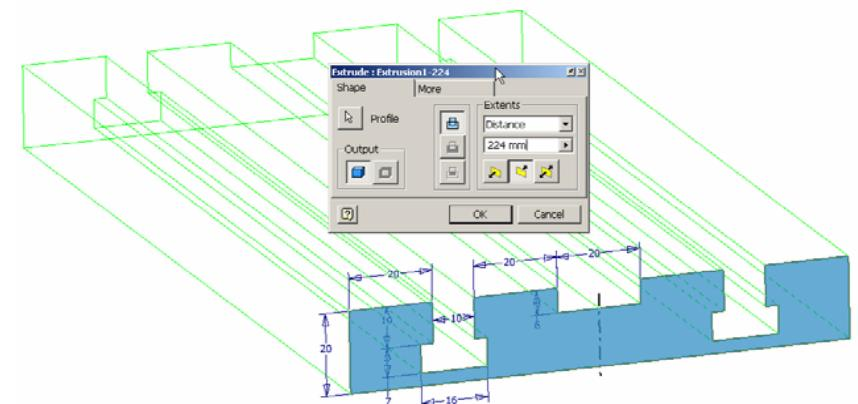

Figura 3.1.3.
a.2.) 3D - Extrudare contur canelat pe distanță 224, figura 3.1.3